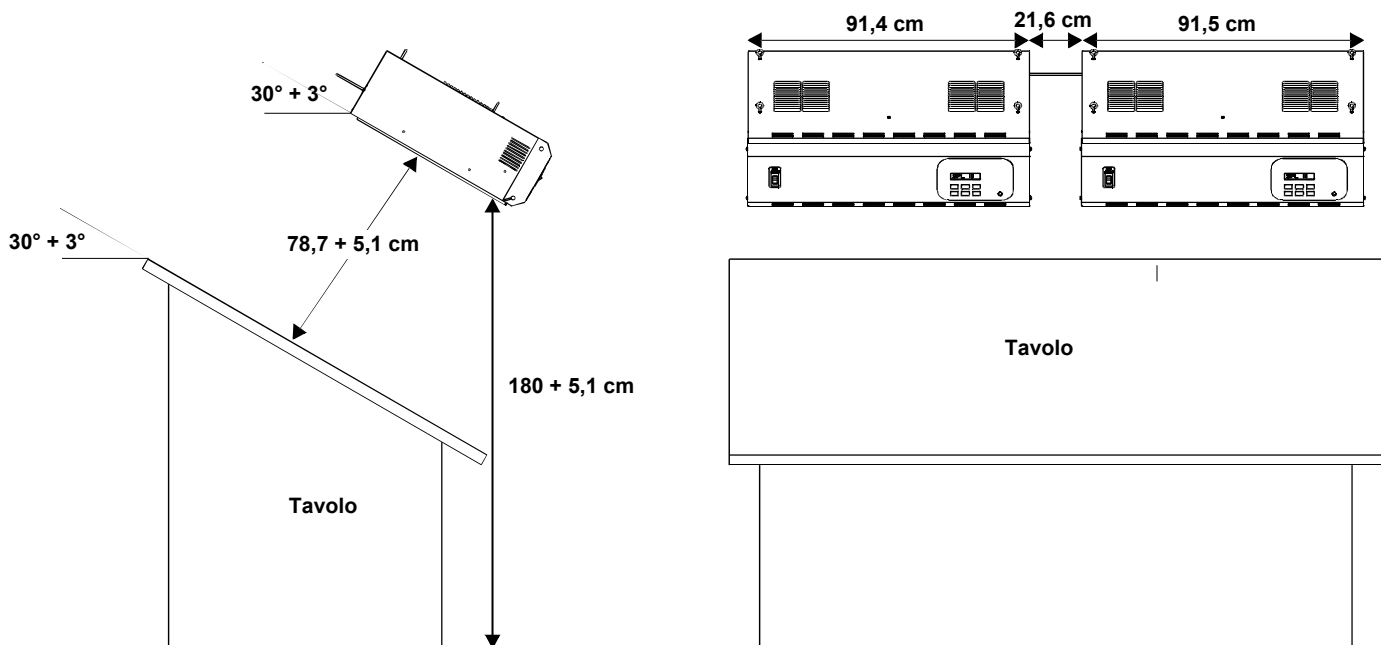

Figura 10. Installazione raccomandata per l'apparecchio illuminante
3. Fissare una catena (non fornita) a ciascun occhiello e appendere la/le unità sopra la zona di lavoro a un'altezza e un'angolazione adeguate. Installare l'apparecchio ad almeno 61 cm di distanza dalle pareti. Vedere la Figura 10.